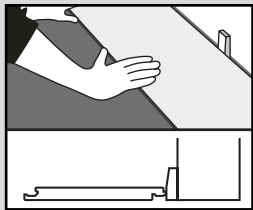

Fig. 1
1. Comience con un tablón/baldosa completo a lo largo de la pared y calcule cuántos habrá a lo ancho hasta el otro extremo de la sala. Si va a haber una fila de tablonces/baldosas estrechas a lo largo de la pared opuesta, corte la primera fila. Instale el producto con el lado de la lengüeta/del corte hacia la pared. Coloque separadores de 5 mm entre el tablón/baldosa y la pared (fig. 1).